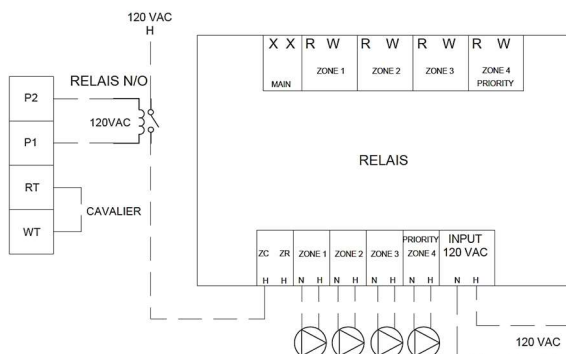

Figure 9 : Connexion typique pour un système avec de multiples pompes et un relais possédant les bornes ZC ZR (ampérage total supérieur à 5 A)
- Si l'ampérage du système de pompes dépasse 5 A, l'utilisation d'un relais normalement ouvert avec une bobine 120V et contact 120V d'une capacité adéquate est requis (voir Figure 9) .